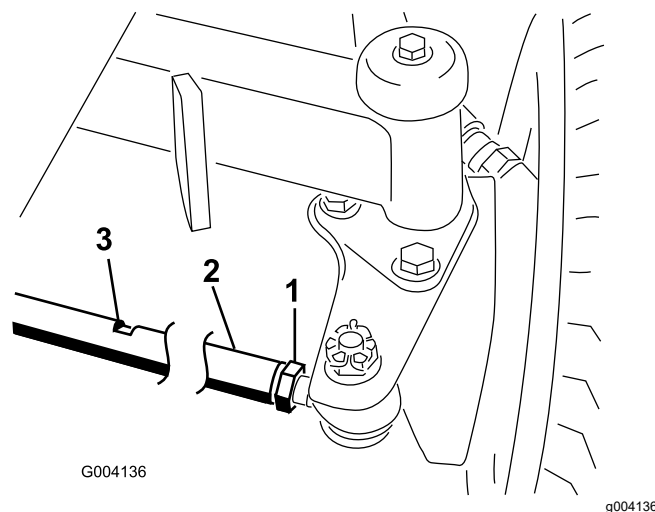

図 138
1. 各タイロッド**図 138**の端についているジャムナットをゆるめる。